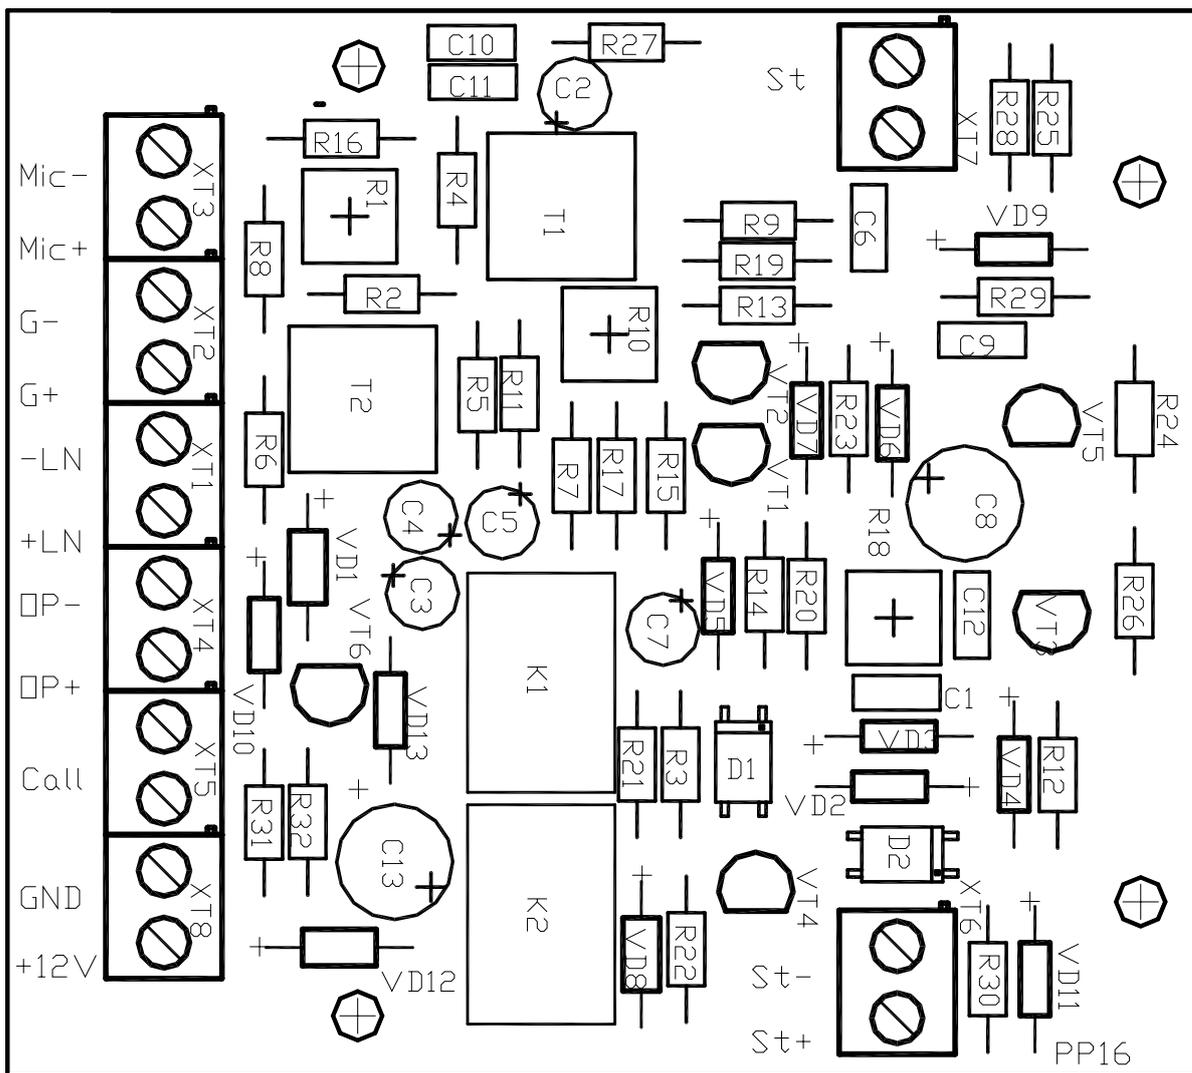

Рис. 2 Вид платы блока сопряжения.
7.2.8 При проведении монтажных работ и проверки дуплексной связи "диспетчер - посетитель" может возникнуть необходимость изменения громкости звука динамиков блока вызова и диспетчерского устройства. Регулировку громкости динамика блока вызова производить подстроечным резистором R1, регулировку громкости динамика диспетчерского устройства производить подстроечным резистором R18 (см. рис.2). Если в звуковом канале блока вызова возникнет самовозбуждение, необходимо подрегулировать подстроечный резистор R10.